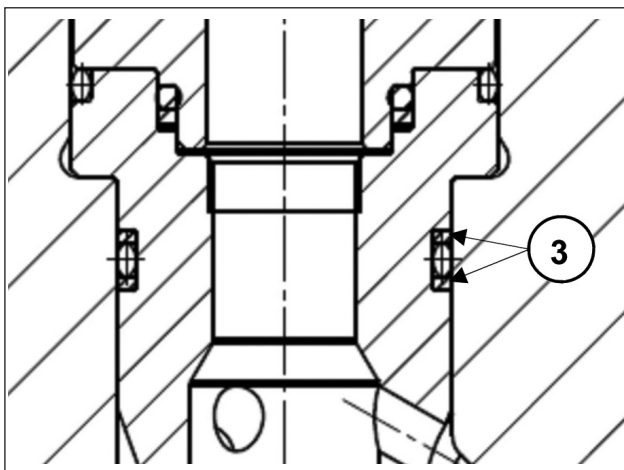

Fig. 28
Insira os grupos da válvula de aspiração e de fluxo com as relativas bússolas, verificando se estão em contato com a parte inferior do cabeçote. Preste atenção particular para não danificar os anéis anti-extrusão das bússolas (Fig. 28, pos. ③); para um posicionamento correto e adaptação dos anéis nos respectivos locais, proceda da seguinte forma: